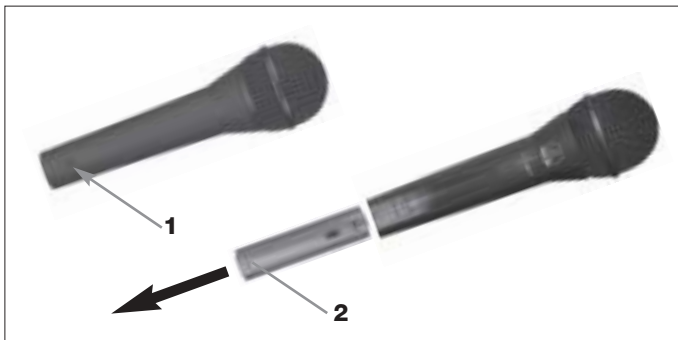

Fig. 5: Desmontaje del módulo de conector XLR
- Véase Fig. 5.
1. Desatornille el tornillo de fijación (1).
2. Retire el módulo de conector XLR (2) del mango del micrófono.
3. Para no perder el tornillo de fijación (1), reinsértelo en la rosca del módulo de conector XLR.